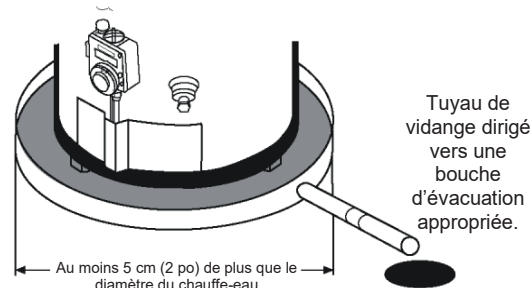

Figure 1
- Un bac de récupération adéquat doit être installé sous le chauffe-eau. Le bac de récupération doit avoir une longueur et une largeur d'au moins 5 cm (2 po) de plus que le diamètre du chauffe-eau, et doit être orienté vers une bouche d'évacuation appropriée. Le bac de récupération ne doit pas limiter la circulation de l'air de combustion (Figure 1).